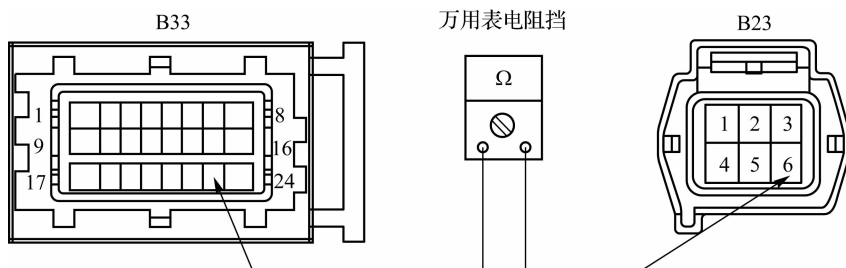

图 2-70 温度传感器信号电路的检查
- (1) 确认点火开关置于 OFF 挡位、动力电池维修开关已拔掉。
- (2) 把电机控制器低压线束连接器、电机温度传感器线束插头拔掉。
- (3) 选择万用表电阻挡或蜂鸣挡。
- (4) 如图 2-70 所示,红、黑表笔分别触接温度传感器信号对应的线束插头位置。